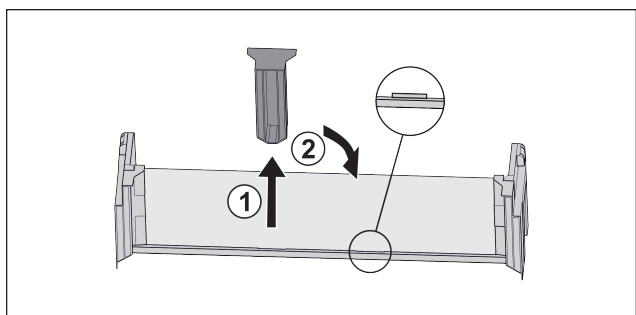

Fig. 87
▶ 拉出中间的定位件 Fig. 87 (1)。
▶ 将中间的定位件插入第二个位置 Fig. 87 (2)。